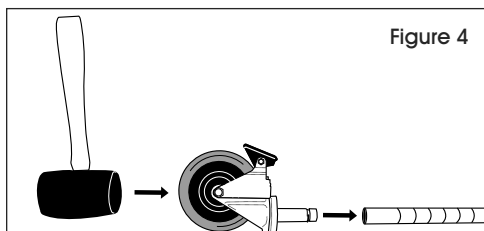

Figure 4
1. Ensure post is positioned as shown. (See Figure 4)
2. Engage the wheel brakes to keep casters from spinning during installation. Use a rubber mallet to tap caster stem into posts. (See Figure 4)
1. Assurez-vous que le montant est placé comme illustré. (Voir Figure 4)
2. Enclenchez le frein des roulettes pour les empêcher de tourner pendant l'installation. Utilisez un maillet en caoutchouc pour insérer la tige des roulettes dans les montants. (Voir Figure 4)